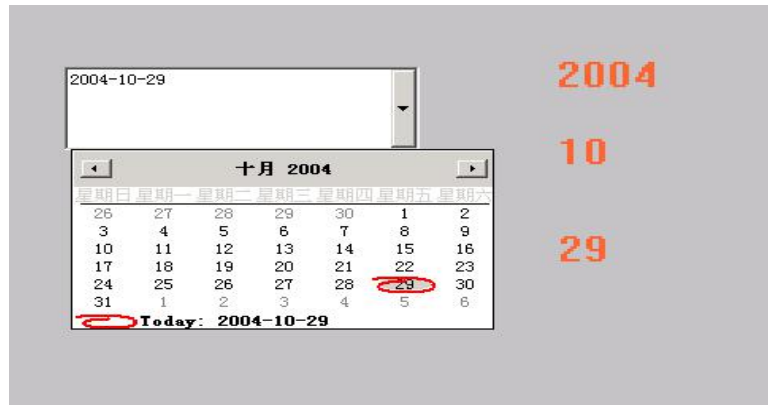

图 7-12 运行中的日历控件画面
- 7、单击“文件”菜单中的“切换到 VIEW”命令，进入运行系统。运行此画面，如图 7-12 所示。